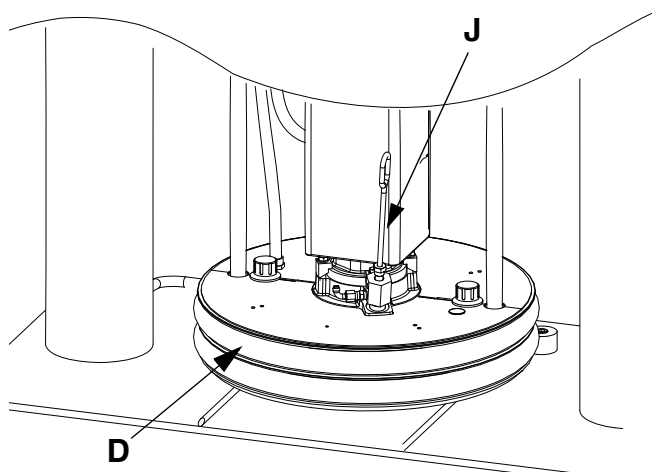

FIG. 17: Uppvärmad tryckplatta
3. Smörj tryckplattätningarna (D) med fett eller annat smörjmedel som är kompatibelt med den vätska som ska pumpas.
5. Ställ ett fat fyllt med vätska på tryckmatarens bas, tryck den bakåt mot rörstoppen och centrera den under tryckplattan (D). En alternativ sats för cylinderfat finns tillgänglig för att underlätta placeringen av fatet på fundamentet. Beställ satsen 255627.
6. Avlägsna avtappningsspaken från plattans avtappningsventil (J). Se FIG. 17.